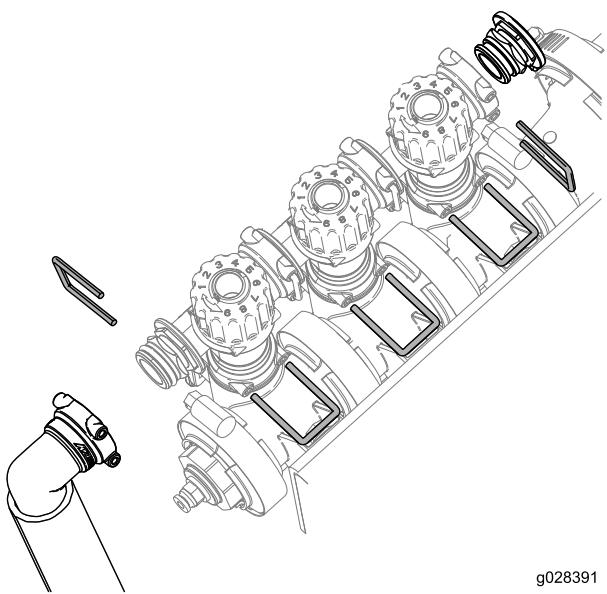

Figura 4
- Retire las horquillas de retención que sujetan el conjunto de válvulas de desvío, el conector de extremo y la manguera, según se muestra en Figura 4.